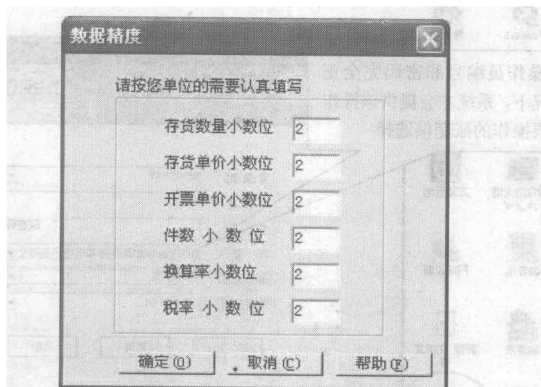

图 1-8
(6) 使用系统默认编码方案,单击“确定”按钮,系统弹出“数据精度”窗口,资料精度表示系统处理资料的小数字数,超过该精度的数据,系统会以四舍五入的方式进行取舍,如图 1-8 所示。